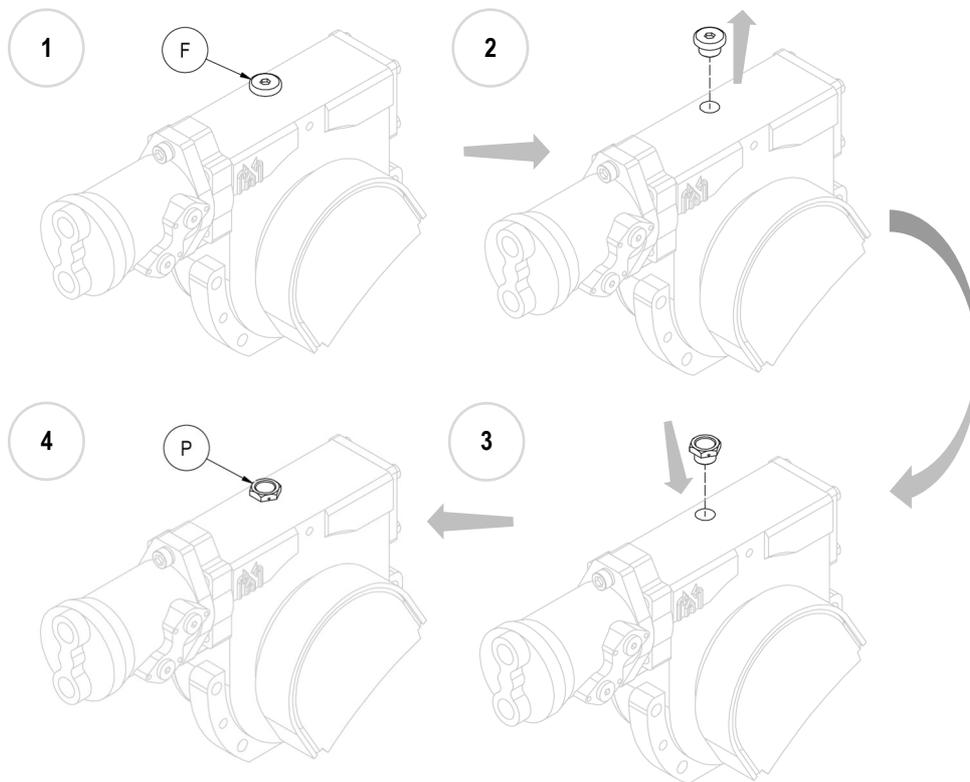

Abbildung 10
11. **Bitte beachten:** Nachdem das Gerät montiert ist, ersetzen Sie vor dem Gebrauch den Blindstopfen für das Ölauffüllen aus Metall (F) durch den mitgelieferten Plastikstopfen (P), der mit einer Entlüftung ausgestattet ist (siehe *Abbildung 10*).